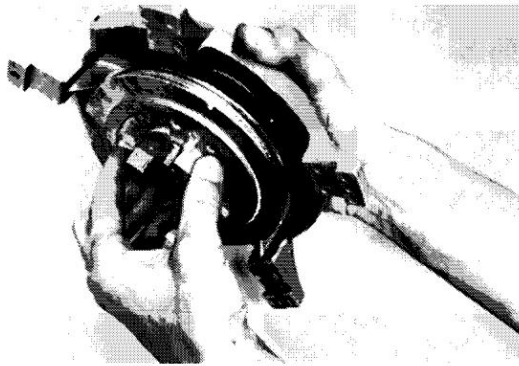

Figure 7-15. Retrait de la poulie du boîtier.
14. Faites légèrement pivoter la poulie d'un côté à l'autre et séparez soigneusement la poulie du boîtier du démarreur. Reportez-vous à la Figure 7-15.